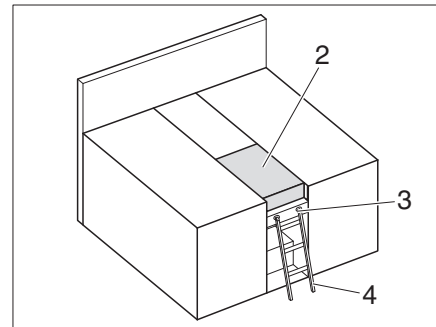

Fig. 172 Letto doppio
- Collocare il cuscino aggiuntivo (Fig. 172,2).
Per salire sul letto superiore utilizzare sempre la scaletta di accesso (Fig. 172,4) montata di serie.
- Agganciare la scaletta di accesso (Fig. 172,4) con i longheroni nell'apposito supporto (Fig. 172,3) al diaframma.